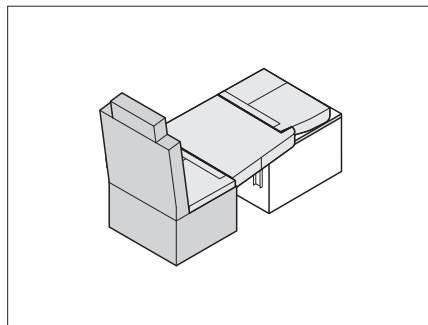

Bild 196 Sitzpolster positionieren
- Sitz- und Zusatzpolster wie in Bild 196 gezeigt auflegen.